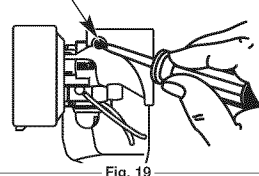

Fig. 19
La velocidad mínima del motor puede ser ajustada. Puede tener acceso al tornillo de ajuste de mínima a través de un orificio en la parte superior de la cubierta del motor (Fig. 19).
2. Suelte la palanca del regulador y deje que el motor trabaje en vacío. Si el motor se para, inserte un destornillador Phillips pequeño en el orificio de la cubierta del motor (Fig. 19). Gire el tornillo de mínima hacia adentro, en sentido horario, de a 1/8 de vuelta por vez (según sea necesario) hasta que el motor funcione en mínima suavemente.